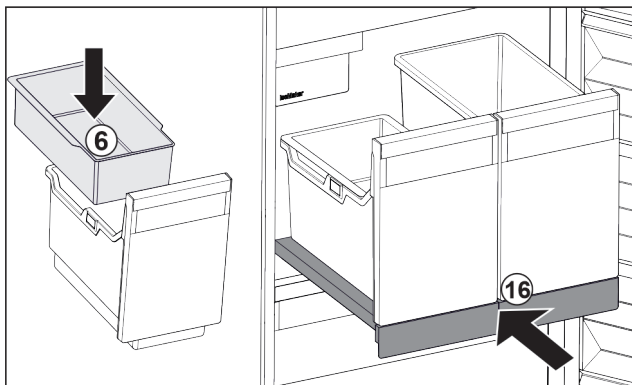

Fig. 111
- Pange jääkuubikute riputusliud Fig. 111 (6) sisse.
- Lükake väljatõmbetahvel koos anumaga (IceTower) sisse. Fig. 111 (16)